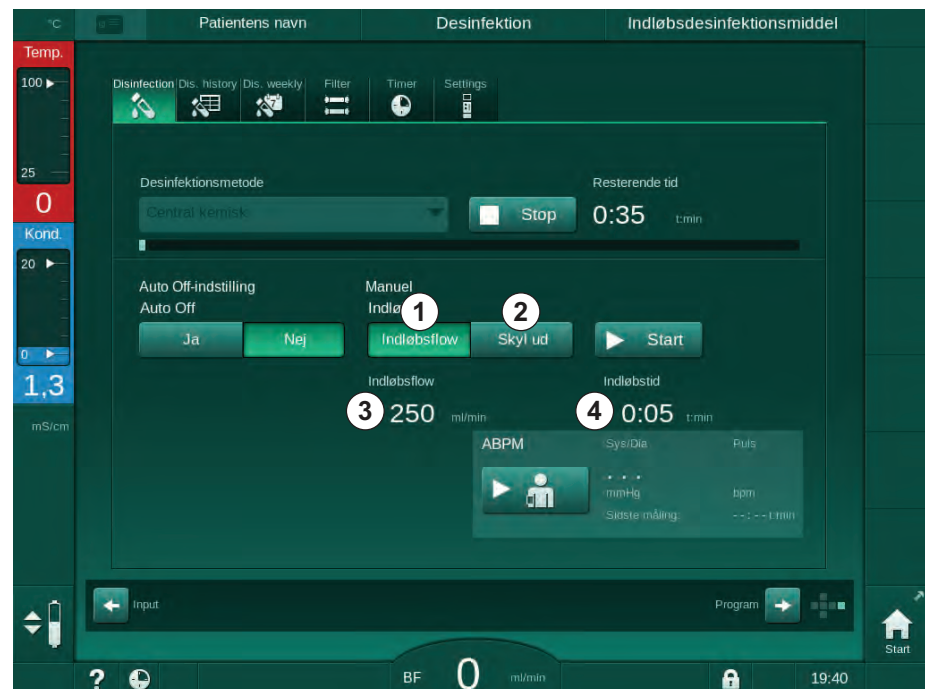

Fig. 7-11 Central manuel kemisk desinfektion
I den første del af denne desinfektionsmetode tages desinfektionsmiddel fra den centrale vandforsyning og pumpes gennem maskinen (Fig. 7-11, ①). Indløbsflow ③ og indløbstid ④ er forudindstillet i tilstanden *Brugeropsætning*. Indløbsforsyningen stoppes, når den forudindstillede tid er udløbet.